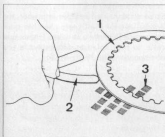

FIG. 20
- La planéité des disques lisses en métal : poser le disque (fig.20, repère 1) sur une surface parfaitement plane (repère 3) et glisser une cale d'épaisseur (repère 2) entre la surface et le disque